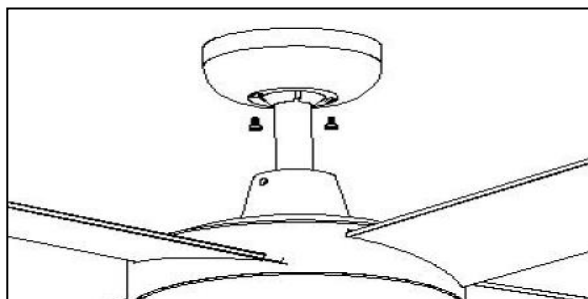

Fig. 11
- Couvrez le support de montage avec le cache. Veillez à placer tous les câblages électriques dans le capot et à ne pas les endommager durant cette étape. Fixez le cache sur le support de suspension avec les vis fournies. (Fig. 11)